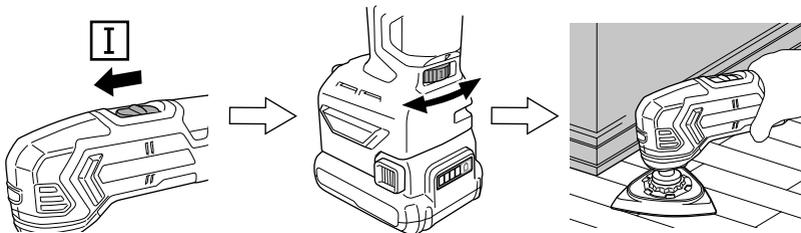

图 20
1. 打开装置并设置为合适的振荡速度。(图 20)
2. 轻轻地将应用工具放置在材料上，然后以平稳的速度前后移动应用工具。(图 20)